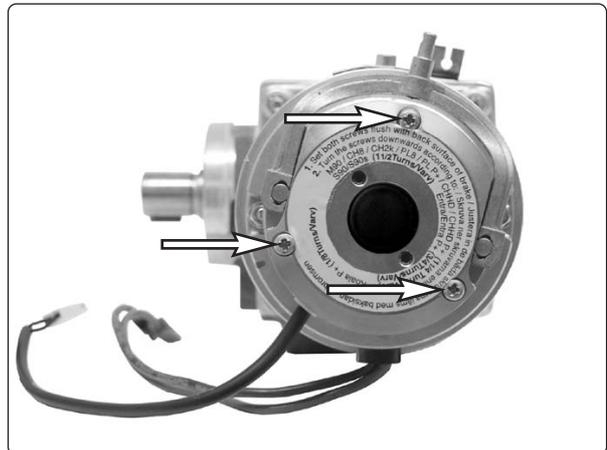

Abb. 23. Befestigungsschrauben Magnetbremse.
12. Lösen Sie die drei Befestigungsschrauben der Bremse, siehe Abb. 23. Merken Sie sich für den späteren Einbau die Stellung des Bremsentriegelungsarms und die Lage der Gummidichtung. Bauen Sie die Bremse mit Bremsscheibe und Deckel aus.